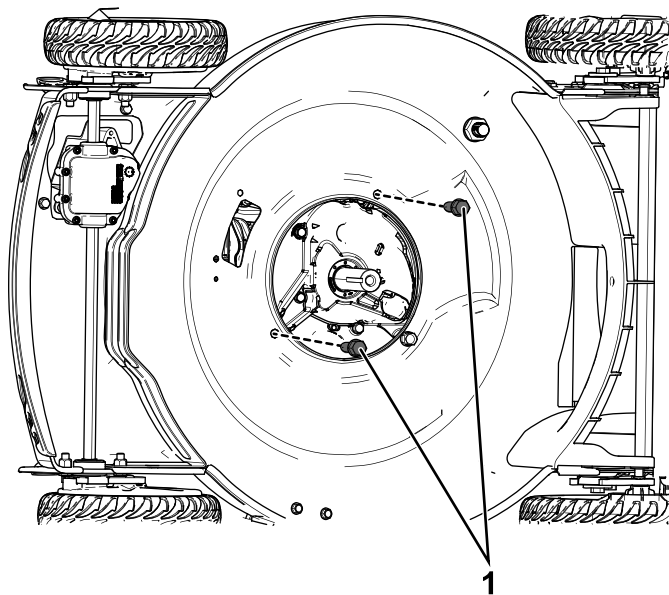

図 7
1. エンジン取り付けボルト3/8 x 1 インチ2本を取り付けて 4.6kg.m400in-lbにトルク締めする図 7。